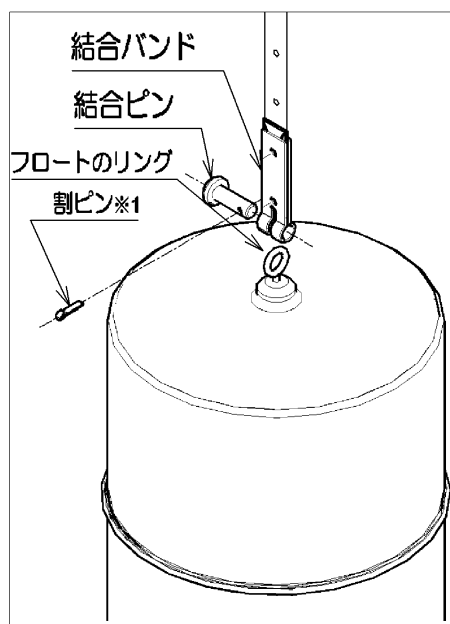

図 2.フロートとテープの連結
4.3.3. 計器本体を取付けます。計器からテープフックを持ってテープを引き出し、タンク内のフロートへ接続します(図 2.参照)。テープに振れや折れがない様に取付けます。計器本体を所定の締結部品で固定し取付を完了します。
- 4.5.3. 紐をタンク側の90° L金具から配管内に紐を通して計器取付部まで引き出し、計器のテープフックに紐の先端を結びます。結んでない方の紐の先端をタンク内に挿し入れておきます。タンク内から紐を引き計器のテープフックを配管に引き込んで通します。途中の90° L金具からテープにねじれや折れがないか確認し、フロートにテープフックを接続します(図2参照)。接続が完了したら紐をテープフックから取り外して取り除きます。